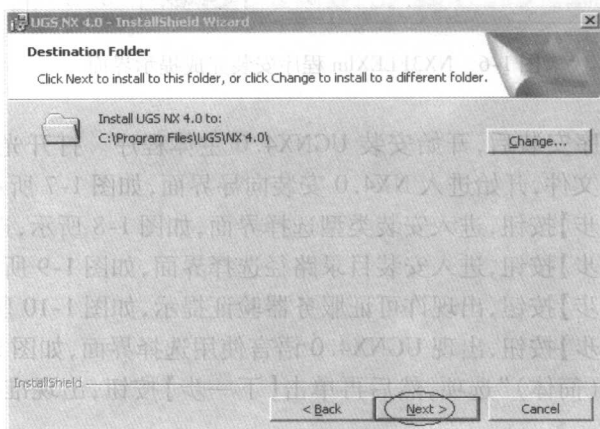

图 1-9 安装目录路径选择界面
(11) 单击【下一步】按钮,进入安装目录路径选择界面,如图 1-9 所示,默认路径。